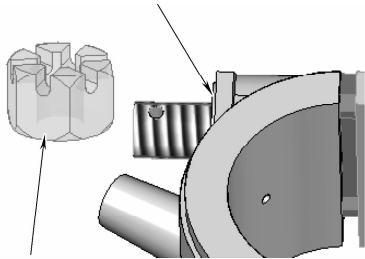
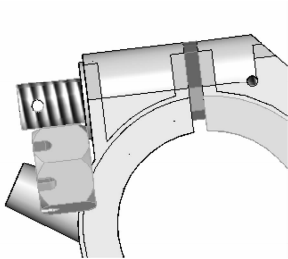

图 8-93 选取配合面
图 8-94 贴合装配
- (3) 选择如图 8-93 所示的面进行配合，配合后如图 8-94 所示。